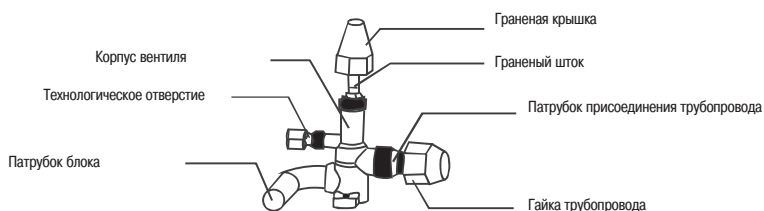

Рис. 6-11
- После завершения монтажа, перед пробным пуском откройте все вентили. Каждый блок оборудован двумя вентилями различного размера, расположенными сбоку наружного блока. Один из этих двух вентилях расположен в газовой магистрали, а второй в магистрали жидкости. Порядок открытия и закрытия вентиля показан на рисунке справа (рис. 6-11).